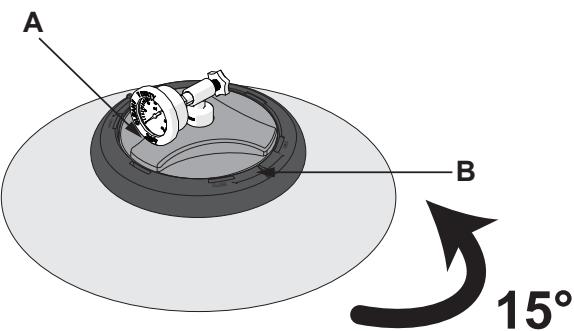

Figure 7. Desserrer le volant de réglage
- Veiller à ne pas déloger le conduit de ventilation et l'écran de ventilation. Voir la figure 7.
- S'assurer que le conduit de ventilation automatique est en place (fileté dans le diffuseur) et que l'écran de ventilation est installé sur le dessus du conduit de ventilation. Voir la figure 7.
1. Tourner le volant de réglage (A) dans le sens antihoraire jusqu'à ce qu'il se desserre. Voir la figure 7.
3. Avant de retirer le couvercle, le tourner de 15° dans le sens antihoraire (B), voir la figure 7. Soulever l'ensemble de couvercle par le volant de réglage.